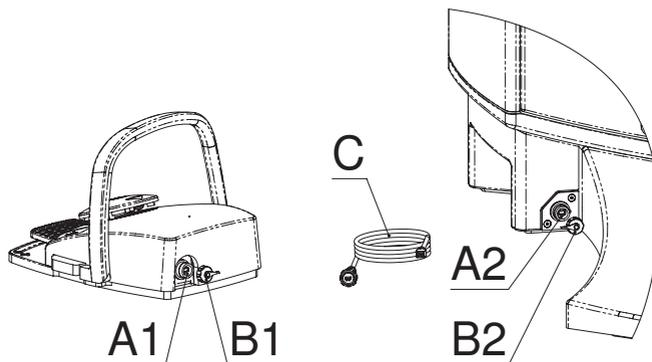

Fig. 6
**RECARGA DE LA BATERÍA DEL PEDAL INALÁMBRICO (Fig. 6)**